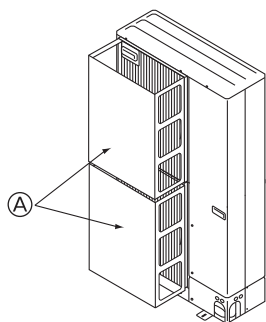

Fig. 2-16
① Установите дополнительный воздуховод выходного отверстия и основной воздуховод, если прибор установлен в месте, где сильный ветер от тайфуна и др. может попадать непосредственно в вентиляционную решетку. (Fig. 2-16)